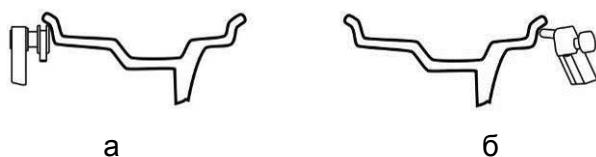

Рисунок 6.21
6.7.2 Измерить диаметр и вылет электромеханической линейкой. Для этого необходимо наконечник линейки подвесить к ободу и держать там до звукового сигнала (рисунок 6.21а). Вернуть линейку в исходное положение.